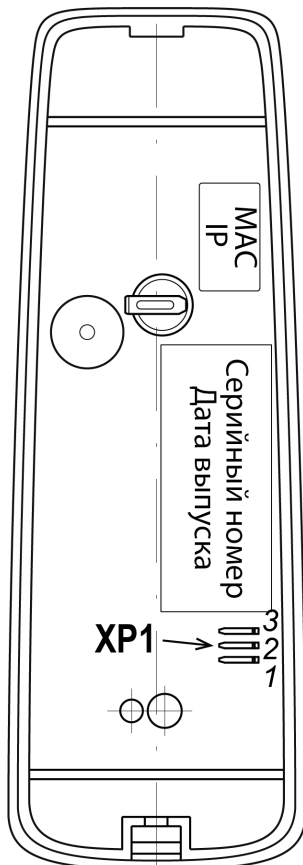

Рисунок 1. Внешний вид тыльной стороны контроллера
Выбор способа задания IP-адреса контроллера осуществляется установкой или снятием перемычки (джампера) на разъем **XP1** на тыльной стороне контроллера. Расположение разъема **XP1** указано на рис. 1. Возможны следующие способы задания IP-адреса:
6. При необходимости изменения способа задания IP-адреса контроллера (см. разд. 5.6) установите переключку (джампер) на разъем **XP1** согласно табл. 1. Расположение переключки указано на рис. 1.